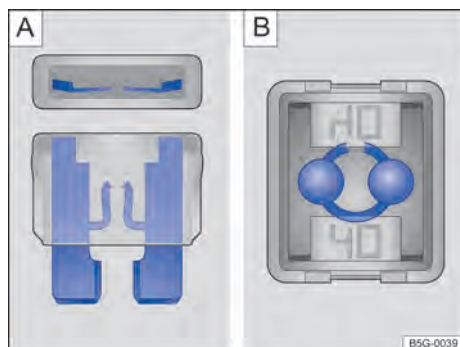

Fig. 194 Fusible quemado: **A**) fusible plano, **B**) fusible de bloqueo.
- Un *fusible plano* (ATO®, MINI®) quemado es reconocido desde arriba o desde el costado por la carcasa transparente en las bandas metálicas derretidas → fig. 194 A.
- Un *fusible de bloqueo* (JCASE®) quemado es reconocido por las bandas metálicas derretidas desde arriba de la carcasa transparente → fig. 194 B.